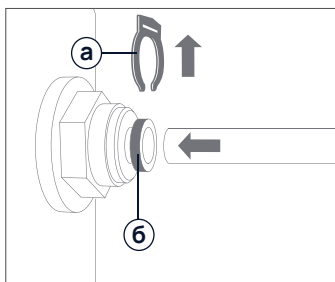

Рис. 4.
1. В соответствии с рис. 4, отсоедините стопорную клипсу (а), затем вставьте трубку до упора в фитинг, продев ее через цанговое кольцо (б). Для герметизации соединения приложите дополнительное усилие, при этом трубка утопится еще примерно на 3 мм и будет плотно обжата резиновым кольцом.
2. Следом установите стопорную клипсу (а) на место, как показано на рис. 4. Потяните трубку обратно для проверки надежности соединения.